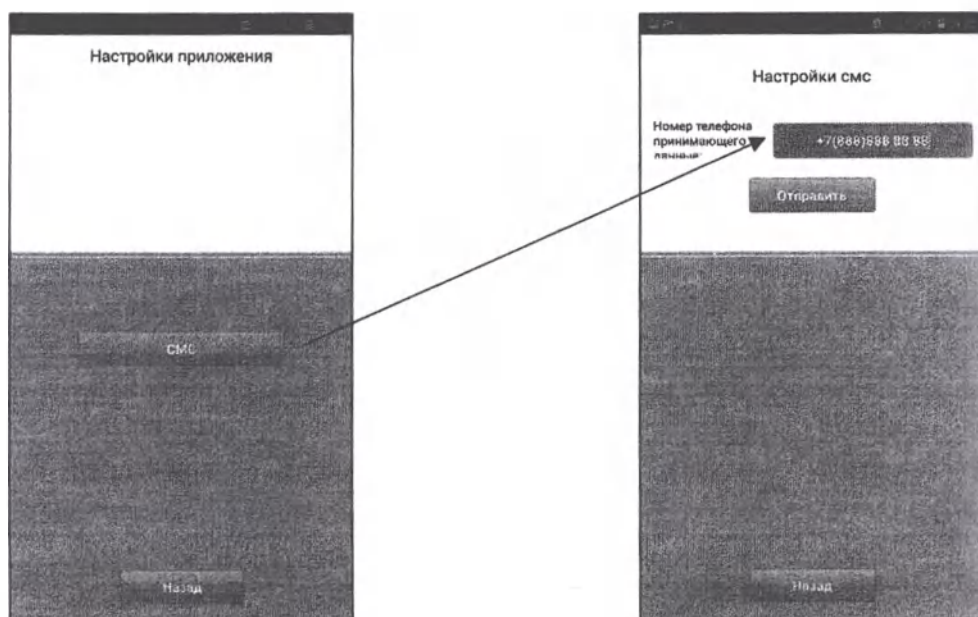

Рисунок 11. – Настройка SIM-карты принимающего устройства.
3. В меню настроек приложения, нажать на «СМС» и указать номер SIM-карты принимающего устройства (рисунок 11).